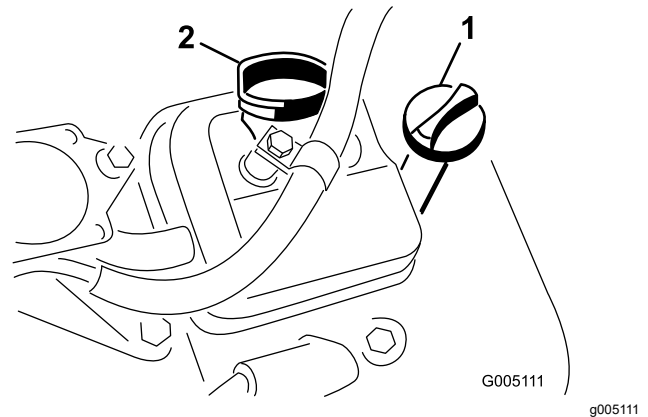

Figura 29
3. Introduzca la varilla en el tubo y enrósquela en el tubo (Figura 29).